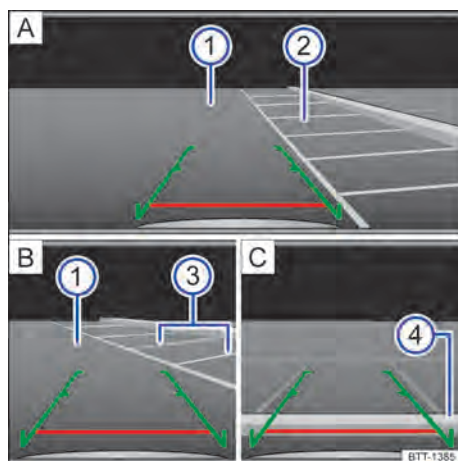

Fig. 115 Exibição do display do sistema do rádio: estacionar com a câmera de marcha a ré.
Legenda para Fig. 115:
- Posicionar o veículo na frente da vaga de estacionamento → Fig. 115 ② [A].
- Conduzir para trás lentamente e manobrar de modo que as guias verdes laterais conduzam entre as linhas de delimitação da vaga de estacionamento delimitada ② [A].
- Alinhar o veículo na vaga de estacionamento selecionada de modo que as guias verdes laterais fiquem em cima das linhas de limitação lateral ③ [B].
- Parar o veículo, quando a linha vermelha atingir a limitação traseira ④ [C].